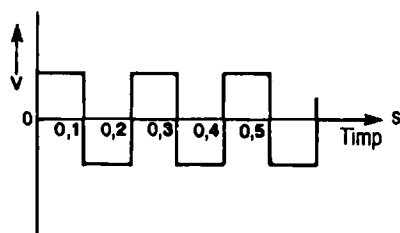

Figura Q.2
- 2 Frecvența formei de undă prezentate în figura Q.2 este: